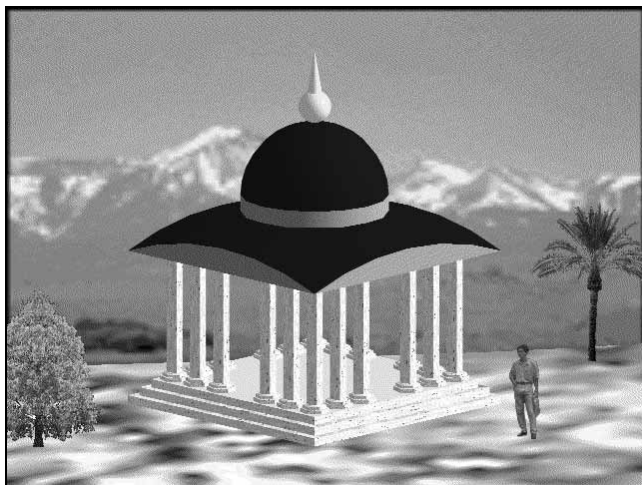

Рис. 10.37. Фотореалистичное изображение архитектурной модели
4. Сохранить полученное изображение (рис. 10.37) в файле с расширением BMP.